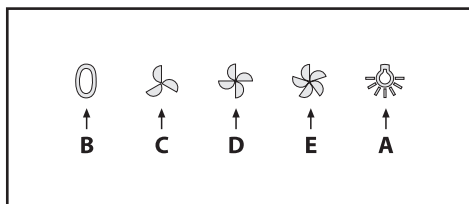

Fig.9
- **Comandi meccanici (Fig.9)** la simbologia è di seguito riportata: